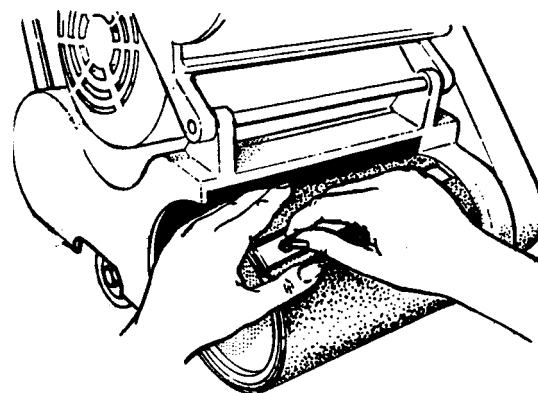

Abbildung 8
6. Zum Einsetzen des Schleifmaterials ist die Schleiftrommel mit einer Papierklemme ausgestattet. Lösen Sie die Schrauben der Papierklemme mit einer Münze. Entfernen Sie weder Schrauben noch die Klemme von der Schleiftrommel. Führen Sie eine Seite des Schleifmaterials unter der Papierklemme ein. Drehen Sie die Schleiftrommel, um das Schleifmaterial um die Trommel zu führen. Führen Sie die andere Seite des Schleifmaterials unter der Papierklemme ein. Zentrieren Sie das Schleifmaterial und glätten Sie es. Ziehen Sie die Schrauben auf der Papierklemme fest. Schließen Sie die Trommelabdeckung. Siehe Abbildung 8.